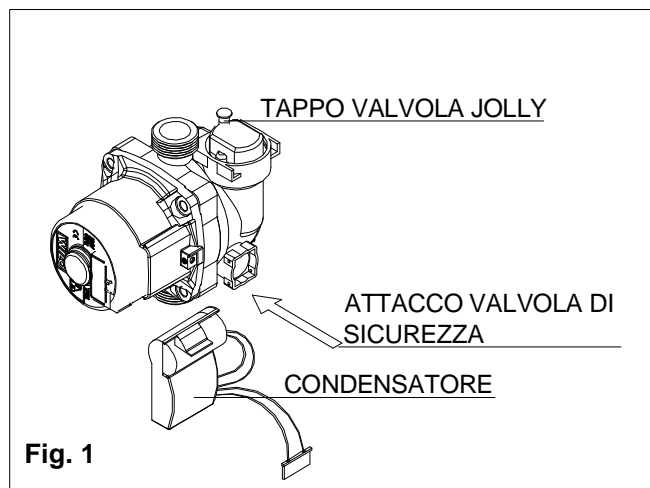

Fig. 1
- controllare che il tappo della valvola jolly sia alzato verso l'alto per permettere all'aria di fuoriuscire dall'impianto (fig.1);
- svitare il tappo del circolatore per eliminare eventuali bolle d'aria e richiuderlo alla fuoriuscita di acqua (fig. 1) ;